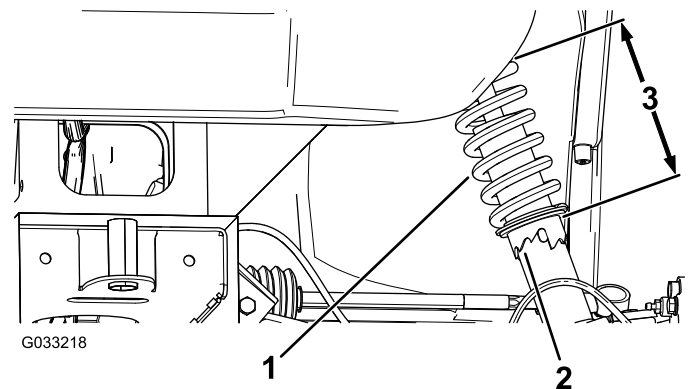

Bild 50
2. Wenn der Radsturz nicht richtig eingestellt ist, drehen Sie den Stellring am Stoßdämpfer mit einem Gabelschlüssel, um das Rad einzustellen (Bild 50).